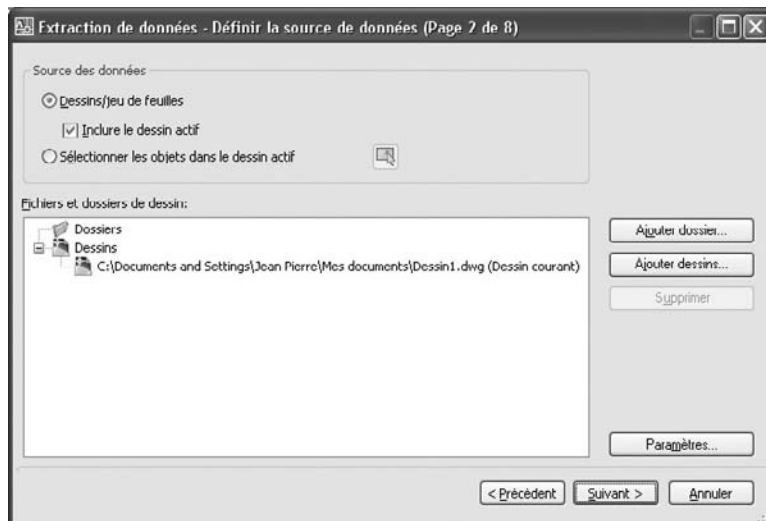

Fig.12.10
- 4 Sur la page **Définir la source de données** (Define Data Source), indiquer les dessins ou les dossiers dont vous voulez extraire les données. Cliquer sur **Suivant** (Next) (fig.12.10).